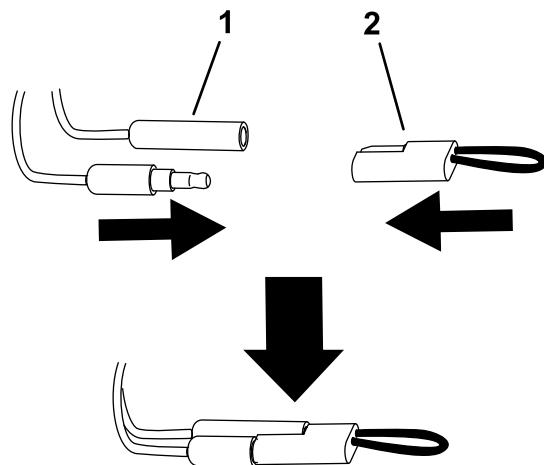

Bild 12
- 5. Trennen Sie die Kalibrieranschlüsse und bringen Sie den Stopfen wieder auf die Anschlüsse an (Bild 12).